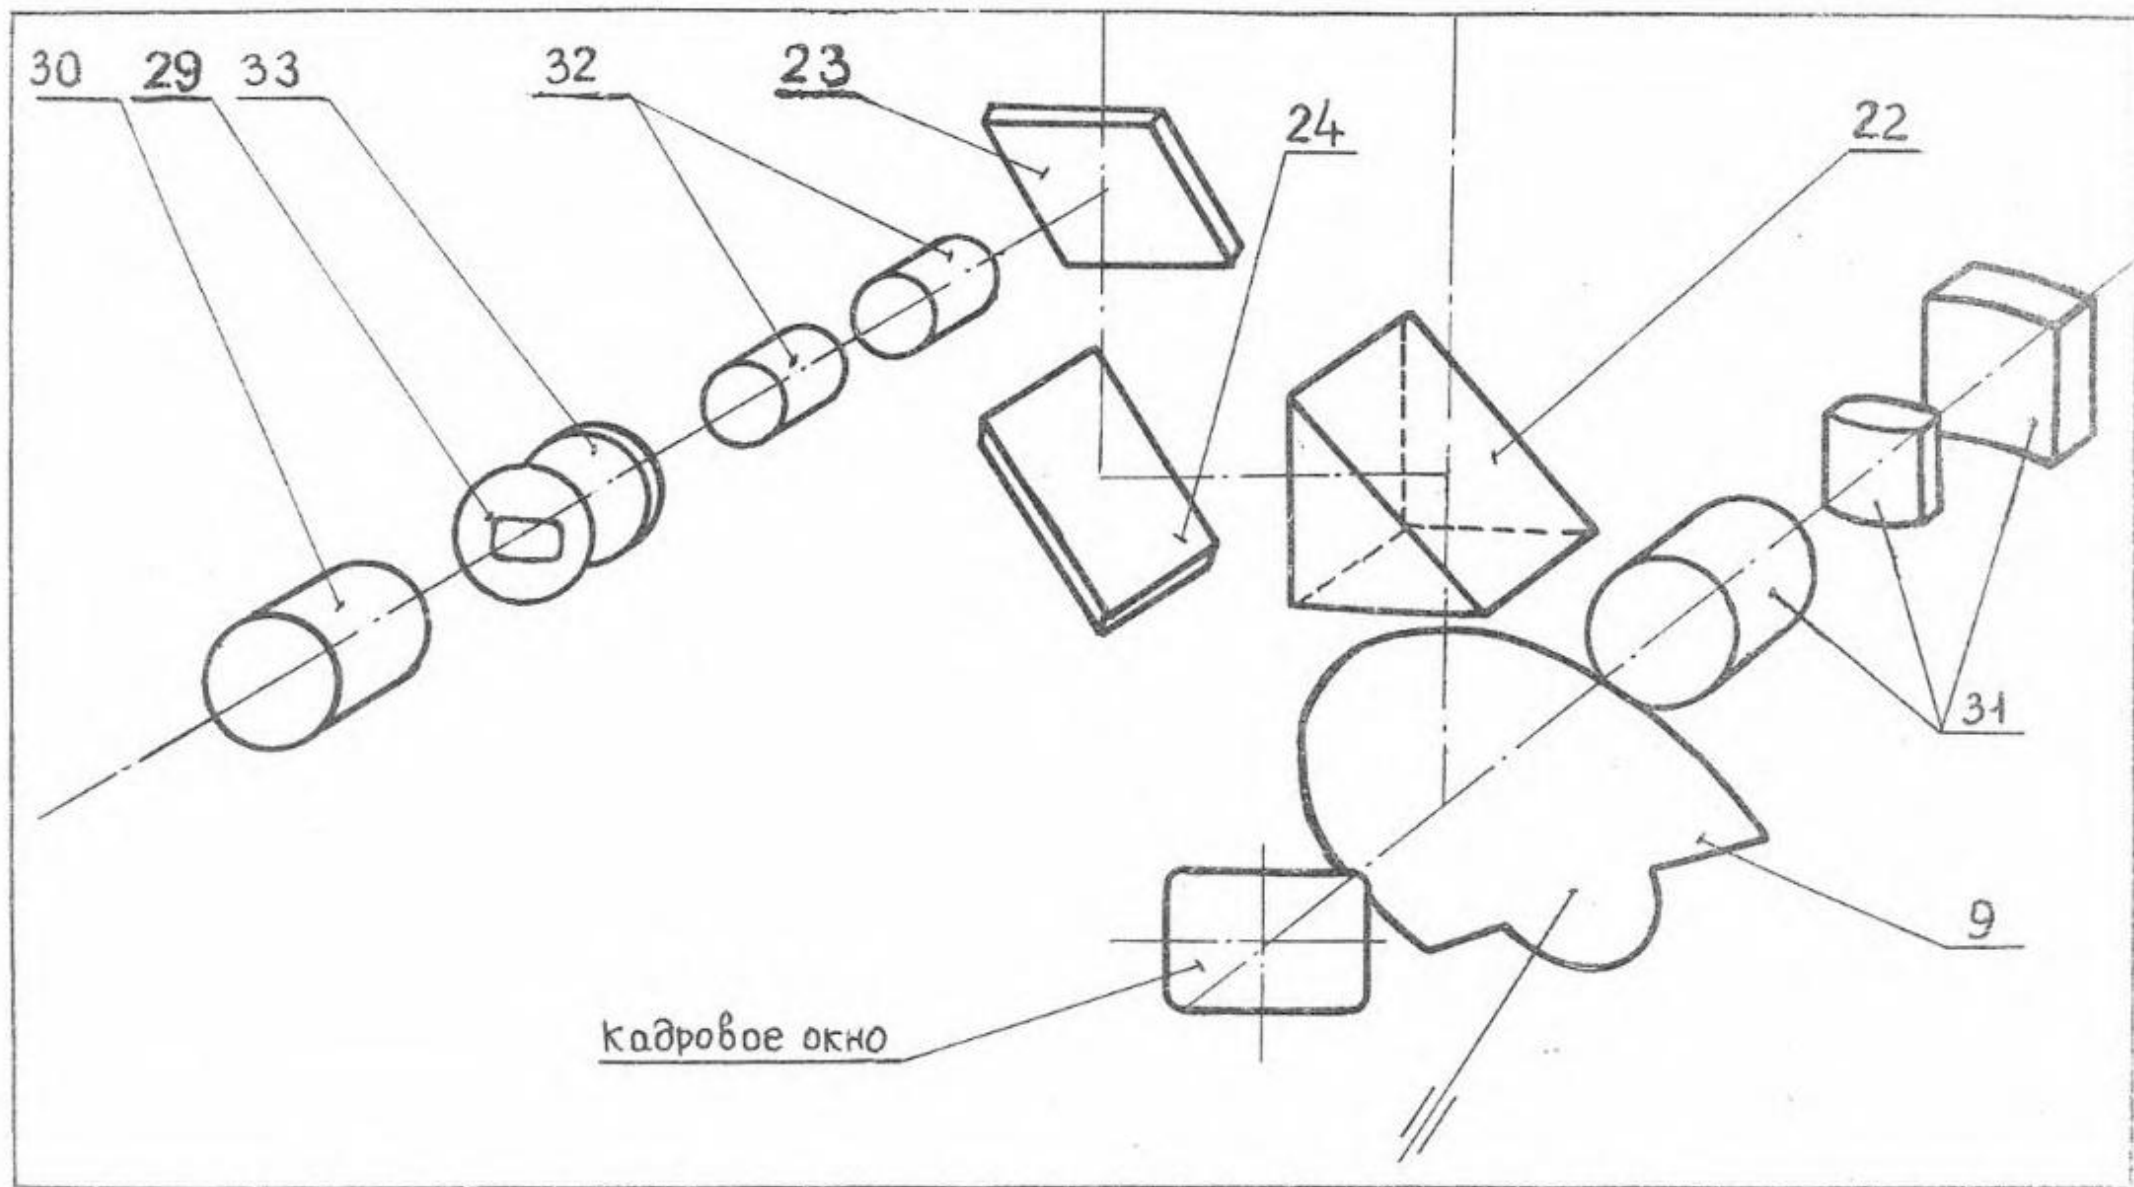

Рис. 4. Схема оптическая
4.2.2. Оптическая схема с лупой пезанаморфотной изображена на рис. 4.